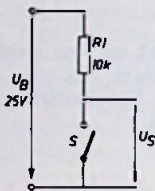

Fig. 2
2. Weerstand met schakelaar (fig. 2).
De schakelaar in fig. 2 is vervangen door een regelbare weerstand. We willen nu nagaan, wat er met de spanning over de regelweerstand gebeurt, indien zijn weerstandswaarde toeneemt.